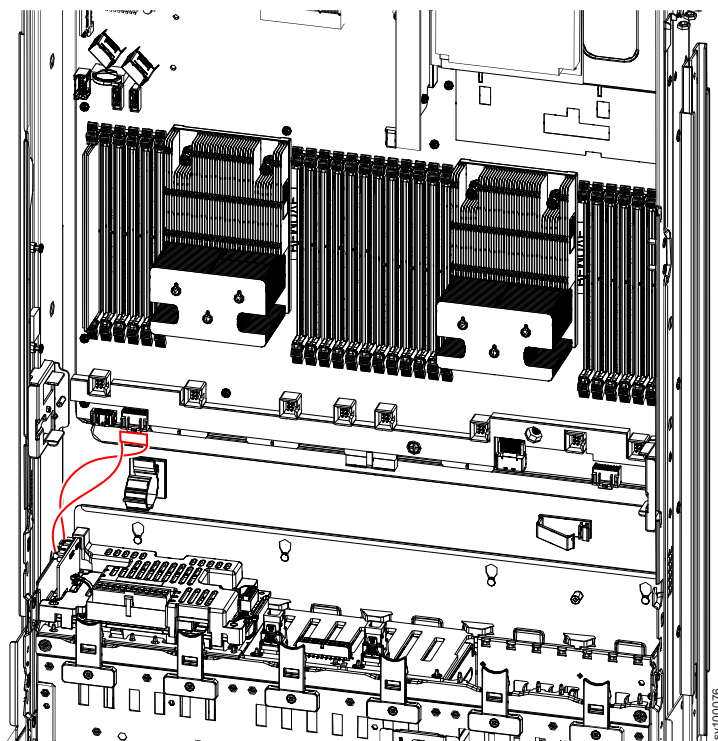

图 100. 2145-SV1 电池底板通电感知电缆
4. 拔下电池底板和主板之间的通电感知电缆，如第 122 页的图 100 中所示。